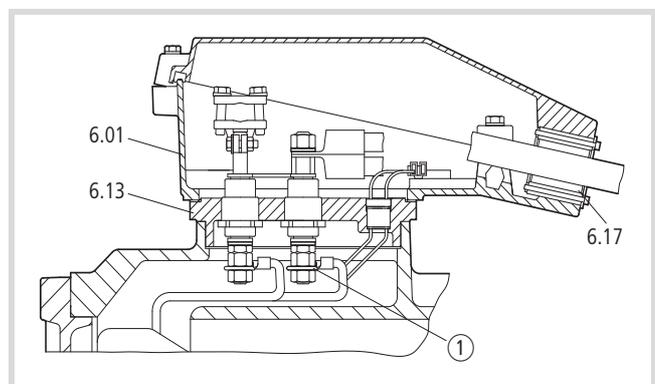

Abbildung 16: Klemmenkasten mit Einzelbolzendurchführung
- ▶ Lösen Sie Sicherungsblech ① und Mutter (→ Abb. 16).